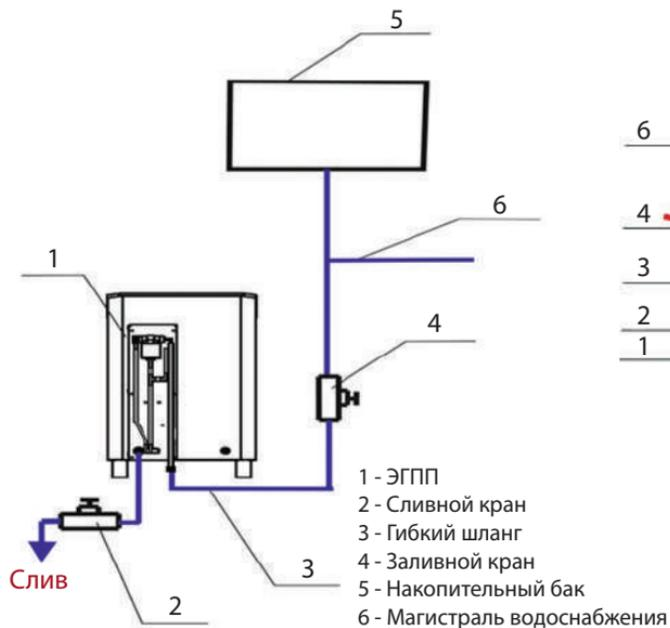

Рис. 4 Схема подключения ЭГПП при эксплуатации в автоматическом режиме заполнения водой
2.2.4 При организации заполнения АЭГПП водой подключить его с помощью гибкого шланга к водопроводной сети или накопительному баку, расположенному в смежном помещении (см. рис. 4). В любом случае перед АЭГПП следует установить запорный кран (поз. 4, рис. 4). Уста-
новить кран слива воды (поз. 2, рис. 4), либо заглушить сливной штуцер резьбовой пробкой. Для предотвращения образования известковых отложений, значение жесткости воды должно находиться в диапазоне от 0,5° до 5°F. Рекомендуется использование специальной установки-деминерализатора (с обратным осмосом).
2.3.2.1 Закрыть сливной кран (поз. 2, рис. 4) и открыть заливной кран (поз. 4, рис. 4).
2.3.2.6 После окончания работы рекомендуется слить воду из системы. Для этого закрыть заливной кран (поз. 4, рис. 4) и открыть сливной кран (поз. 2, рис. 4). Дождаться полного слива воды из системы, выключить АЭГПП на пульте управления. Оставить краны в таком положении до следующего включения Устройство.